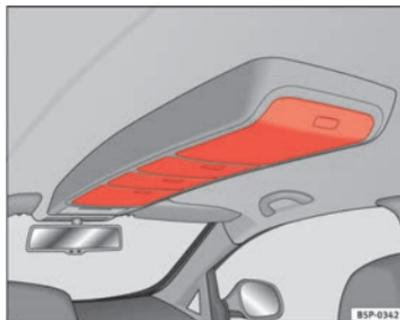

Fig. 104 Porta-objectos no tejadilho
- Para abrir estes compartimentos, pressione sobre o botão da tampa, ⇒ Fig. 104. A tampa abre-se automaticamente.